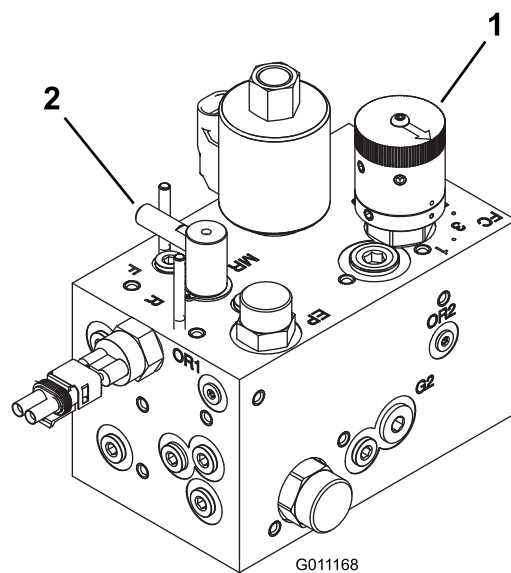

図 44
2. リール速度コントロールノブ（図 44）を、ステップ（1）で決めた番号に合わせる。